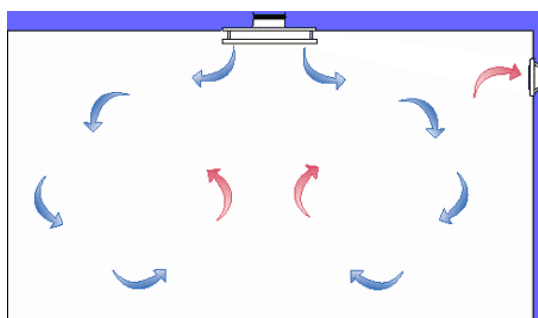

Рисунок 1. Схема вентиляции перемешиванием.
- Вентиляция перемешиванием (рис. 1);